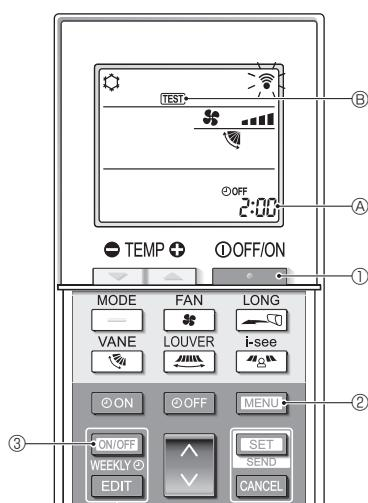

Fig. 7-5
7.2.2. Bruk av trådløs fjernkontroll (Fig. 7-5)
- Trykk på **[TEST]**-knappen ① for å stoppe klimaanlegget.
- Hvis uketidsuret er aktivert (**WEEKLY** lyser), trykker du på **[ON/OFF WEEKLY]**-knappen ③ for å deaktivere det (**WEEKLY** slukkes).
- Trykk på **[MENU]**-knappen ② i 5 sekunder.
- Trykk på **[MENU]**-knappen ②.
- TEST** ② tennes, og enheten går over i testkjøringsmodus.